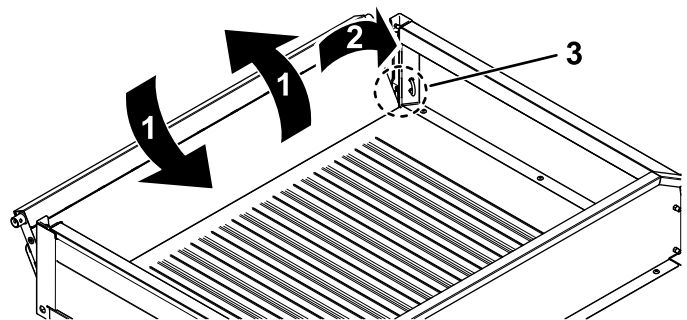

Figura 70
2. Ruotate la sponda posteriore in posizione di circa 45° (Figura 70).
3. Agitate con un movimento rapido per ruotare la sponda posteriore avanti e indietro più volte (Figura 70).